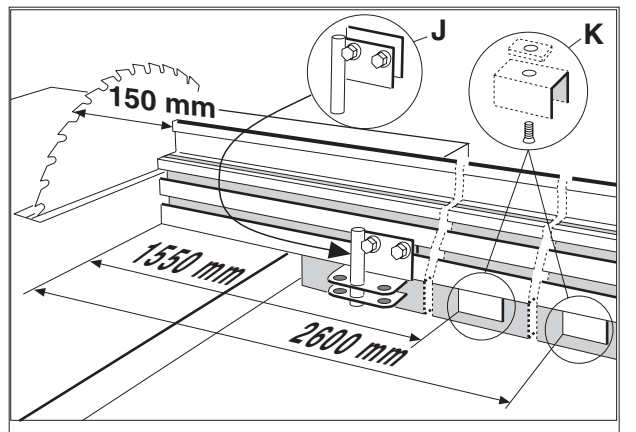

Fig. 12
- Montera två fästjärn **K** som visas i *fig. 12* genom att skjuta mutterplattan in i aluminiumprofilen. Var noga med att fästjärnen monteras mitt i spåret 1550 resp. 2600mm från den ände som är närmast sågen, så att anhållet inte böjs vid monteringen.
- Montera fästbeslaget **J** som visas i *fig. 12* genom att skjuta mutterplattan in i aluminiumprofilen. Montera anhållet på rullbordet genom att sänka ned det på sidvängen. För att måttbandet skall visa korrekt värde ställs klingan i kapläge 0° och avståndet mellan klingans tänder och anhållet justeras in till 150mm. Beslagets skruvar drages åt. Använd materialstoppet och kontrollera att inställningen är riktig genom att göra en provkapning.